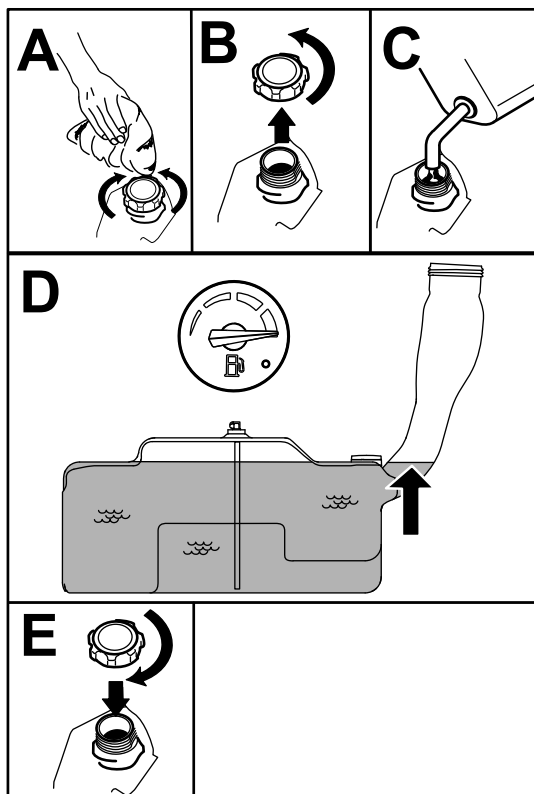

Figura 7
5. Llene el depósito de combustible hasta que en el indicador de combustible se vea la marca Lleno (Figura 7). No llene completamente el depósito de combustible.